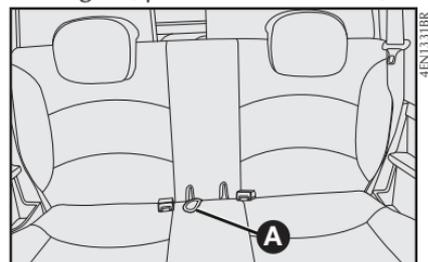

fig. 12
- puxar a cordinha **A-fig. 12** para levantar o assento e rebatê-lo para frente;